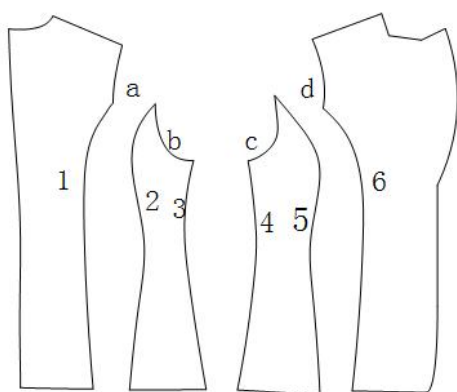

图 1
2. 如图 1，用鼠标左键依次点选或框选要圆顺处理的曲线 a、b、c、d，击右键；